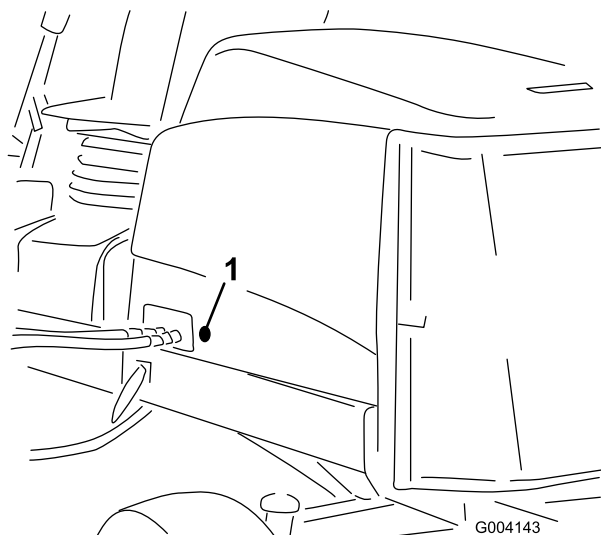

Bild 4
2. Nehmen Sie die Gummidichtung aus dem Loch links an der Motorhaube heraus (Bild 4).